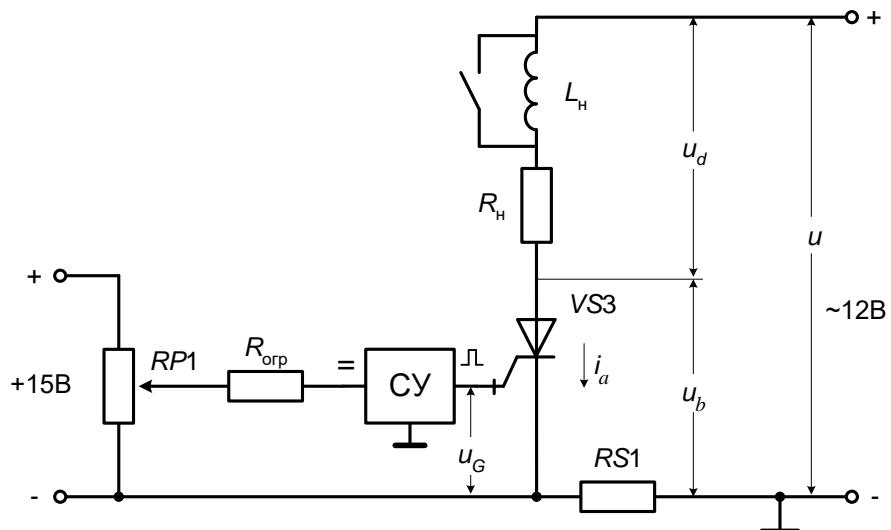

Рис.8.Схема для исследования однополупериодного выпрямителя на запираемом тиристоре
- а) собрать схему выпрямителя рис.8. Подключить вольтметр между гнездами  $X_2-X_4$  (напряжение на нагрузке  $u_d$ ). Подключить вход  $CH_2$  осциллографа к гнезду  $X_4$ , а корпус ( $\perp$ ) к  $X_{11}$  (напряжение на тиристоре  $u_b$ ). Переключить тумблер  $SA_1$  в верхнее положение, замкнув индуктивность нагрузки  $L_h$ ;